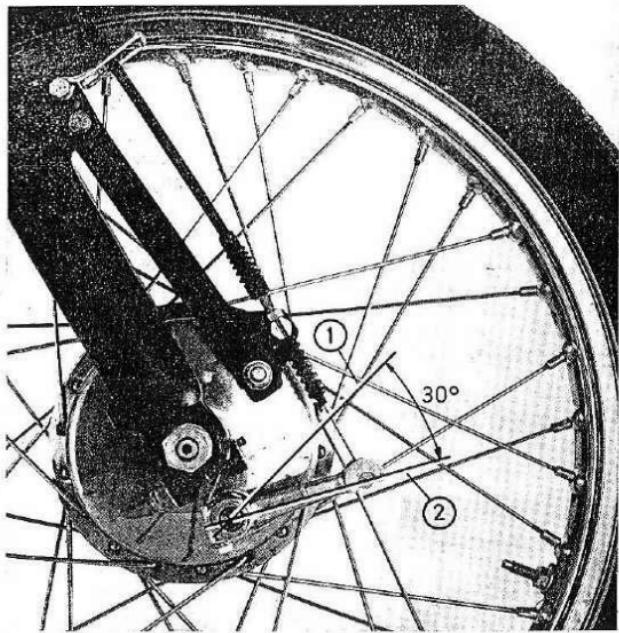

Fig. 19
3. Ajuste de la palanca del freno. Conforme se van gastando los forros de freno, la palanca va cambiando de posición en los sucesivos reglajes. Así llegará un momento en que el muelle quedará comprimido en exceso y perjudicará al frenado. Cuando así ocurra se procederá a cambiar la posición de la palanca girándola en unos grados (ver fig. 19). Fijar en esta posición con llave de 10 mm y graduar como se ha dicho en los puntos 1 y 2.
3. Réglage du levier de frein. A mesure que les garnitures de frein s'usent, le levier change de position au cours des réglages successifs. Il arrivera donc un moment où le ressort sera trop comprimé et gênera le freinage. Lorsque cela se produira, on procédera à changer la position du levier en le faisant tourner de quelques degrés (voir fig. 19). Le bloquer dans sa nouvelle position avec une clé de 10 mm et régler comme indiqué dans les paragraphes 1 et 2.
1. Using the Cable Adjuster. To increase/decrease the travel of the handlebar lever, rotate the serrated 2 (fig. 19) that the adjuster is retracted into or extended from the from the handlebar mount.
3. Adjusting the Brake Arm. According as the brake linings wear, the brake arm changes in position in successive adjustments. Thus it will arrive that the spring will be excessively compressed and will affect braking. When so occurs, change the position of the brake arm by turning it a few degrees (see fig. 19). Secure in this position with a 10 mm wrench and set as indicated in paragraphs 1 and 2 above.